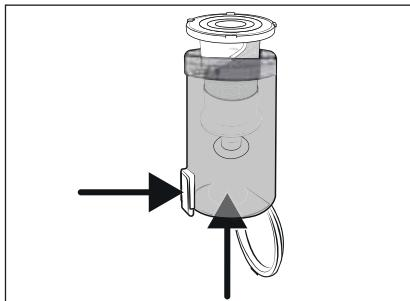

Fig. 20
- 3) Retirez le filtre en acier inoxydable 6 du bac à poussière 7, en appuyant sur la touche de déverrouillage du couvercle du bac à poussière 8. Glissez alors le filtre en acier inoxydable 6 hors du bac à poussière 7, par le bas (voir fig. 20).